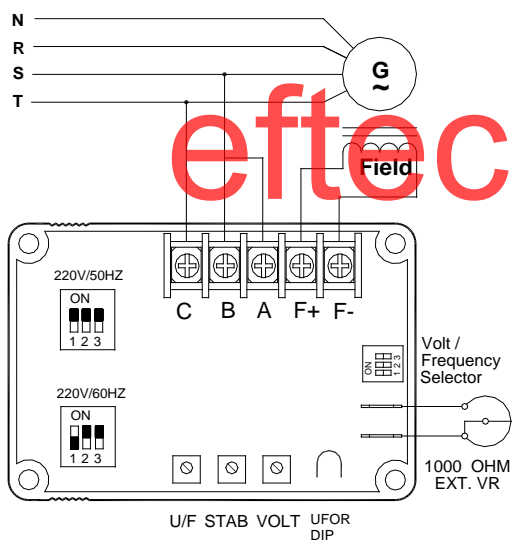

Рис. 3
1. При номинальном фазном напряжении генератора 220В переменного тока, входные клеммы В, С и клеммы А, С могут соединяться вместе (оригинальная настройка показана на Рис. 3) или подсоединятся независимо друг от друга.